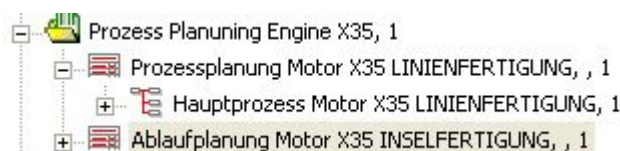

Abbildung 246: PPR Komponente wird mit Hilfe des Lesezeichens angezeigt
- ➔ Klicken Sie auf den Button Öffnen . Die PPR Komponente wird mit Hilfe des selektierten Lesezeichens im PPR Strukturbaum angezeigt. Siehe Abbildung 246.